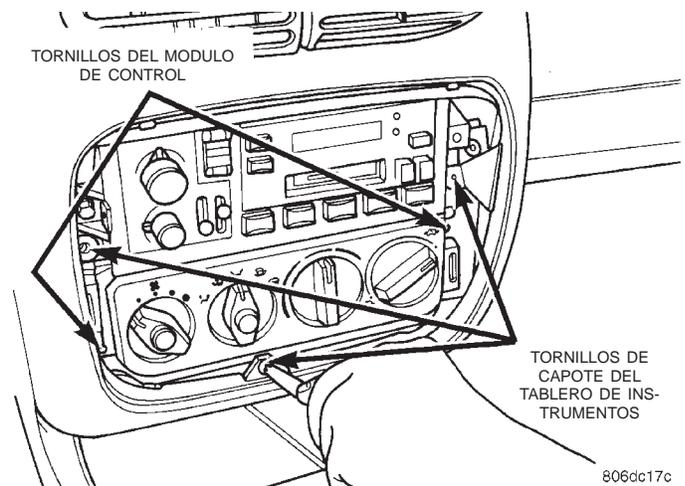
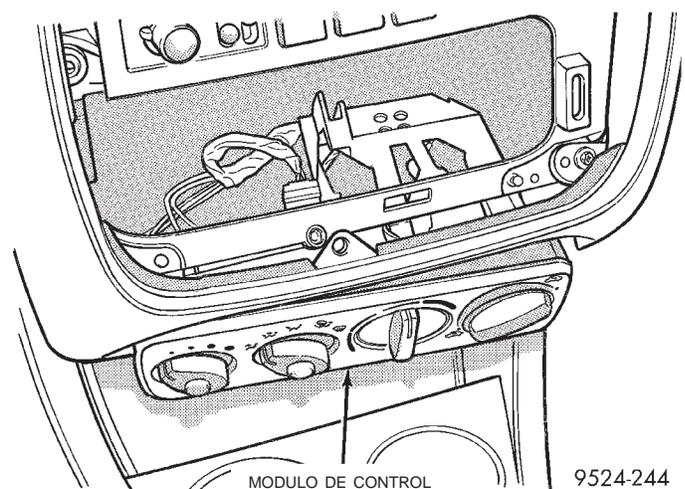
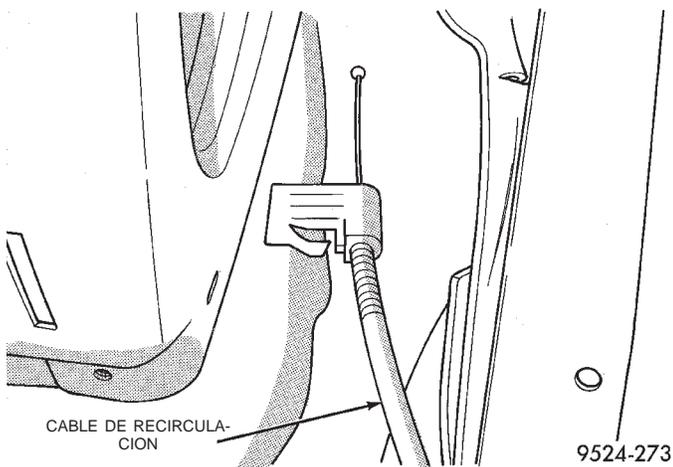

Fig. 67 Tornillos del módulo de control
Fig. 68 Módulo de control en la abertura del marco
Fig. 69 Desconecte el cable de recirculación
(3) Retire los tornillos de retén del marco del capote del tablero de instrumentos, en la abertura del marco tapizado (Fig. 67).
(4) Haga palanca hacia arriba unos milímetros sobre el marco del capote del tablero para dejar al descubierto los tornillos del marco del cubículo del cenicero/encendedor de cigarrillos.
(5) Retire el marco del cubículo del cenicero/encendedor de cigarrillos y el cableado.
(6) Retire los tornillos de retén del módulo de control.
(7) Deje caer el módulo de control del A/A en la abertura del marco del cubículo del cenicero/encendedor de cigarrillos (Fig. 68). Luego desconecte el cableado en la parte trasera del módulo de control.
(8) Suelte el collarín de retención del cable de recirculación, en la parte superior del módulo de control. Guarde el collarín para su posterior uso. Después desconecte el cable de control de recirculación.
(9) Retire el silenciador/conducto de abajo del tablero, en el lado derecho.
(10) Desconecte el indicador de cable a la derecha de la caja de recirculación (Fig. 69).
(11) Retire el extremo del núcleo del cable de la palanca de mando de recirculación.
- (3) Retire los tornillos de retén del marco del capote del tablero de instrumentos, en la abertura del marco tapizado (Fig. 67).
(8) Retire los tornillos de retén del marco del capote del tablero, en la abertura del marco tapizado (Fig. 67).
(9) Haga palanca hacia arriba unos milímetros sobre el marco del capote del tablero de instrumentos, para dejar al descubierto los tornillos del marco del cubículo del cenicero/encendedor de cigarrillos.
(10) Retire el marco del cubículo del cenicero/encendedor de cigarrillos y el cableado.
(11) Retire los tornillos de retén del módulo de control.
(12) Deje caer el módulo de control del A/A en la abertura del marco del cubículo del cenicero/encendedor de cigarrillos (Fig. 68). Luego desconecte el cableado en la parte trasera del módulo de control.
(13) Suelte los sujetadores de cable de la parte superior del módulo de control. Guárdelos para su uso posterior. Después desconecte los cables de control de temperatura y de control de recirculación.
(14) Retire el módulo de control.
(15) Retire el marco superior del tablero de instrumentos.
(16) Retire los tapones de extremo izquierdo y derecho del tablero de instrumentos.
(17) Retire el protector de rodilla inferior izquierdo. Desconecte el cableado del motor de la compuerta de modo.
(18) Retire el zócalo izquierdo y derecho del montante interior de la puerta.
(19) Retire las mitades delantera y trasera de la consola de suelo.
(20) Retire la radio.
(21) Retire el silenciador/conducto inferior del lado derecho.
(22) Retire el conjunto de la guantera.